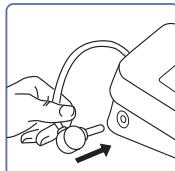

Fig. 1
1. Branchez le tube à air sur le connecteur (Fig. 1).